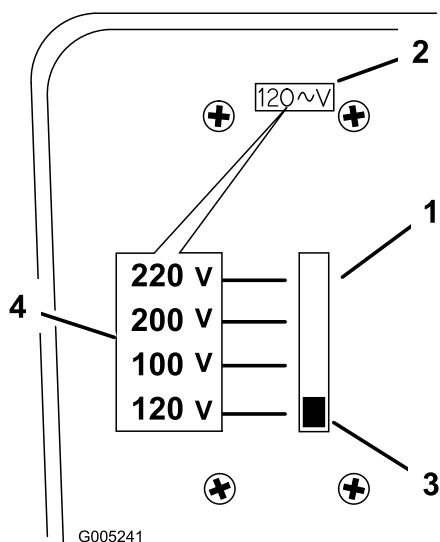

Figure 7
1. Localisez le sélecteur de tension au dos du chargeur (Figure 7).
2. Réglez la tension en déplaçant le commutateur du sélecteur vers le haut ou le bas jusqu'à la tension voulue (Figure 7).